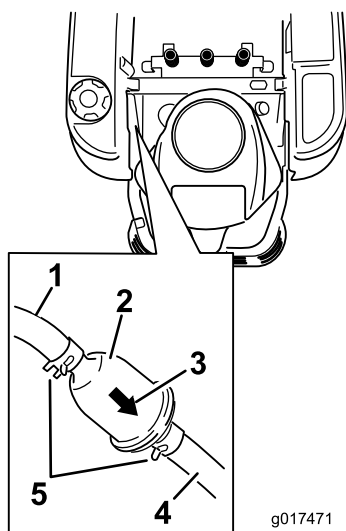

Figure 41
3. Repérez le filtre à carburant sur le côté du moteur, comme illustré (Figure 41).
4. Pincez les extrémités des colliers et éloignez les colliers du filtre (Figure 41).
6. Posez un filtre neuf en veillant à orienter la flèche indiquant le sens d'écoulement vers le moteur. Rapprochez les colliers de flexibles du filtre (Figure 41) pour le fixer en place.